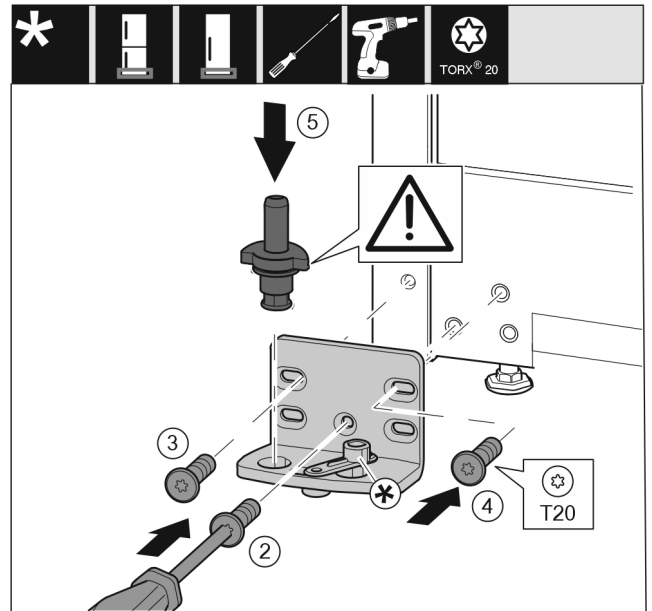

Fig. 16
- ▶ Uždėkite atraminę gembę kitoje pusėje ir prisukite atsuktuvu. Pradėkite nuo varžto Fig. 16 (2) apačioje viduryje.
- ▶ Tvirtai prisukite varžtą Fig. 16 (3) ir varžtą Fig. 16 (4).
- ▶ Įstatykite atraminį kaištį Fig. 16 (5) iki galo. Atkreipkite dėmesį į tai, kad fiksavimo kumštelis būtų nukreiptas į galą.